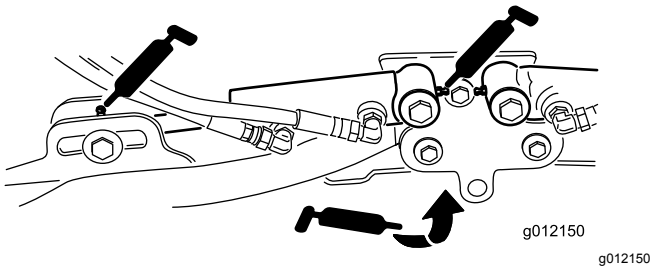

図 65
- 昇降アームのシリンダ各カッティングユニットの2ヶ所 図 65
- 昇降アームのピボット各アームに1ヶ所 図 65